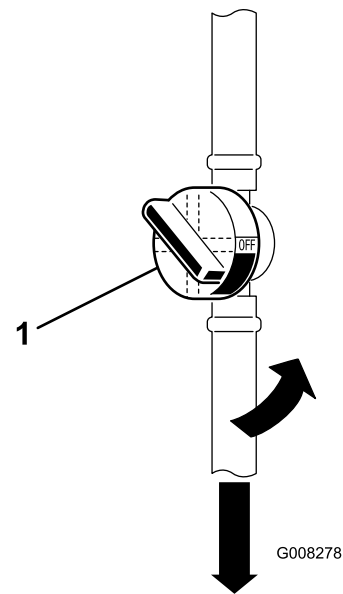

Figura 30
5. Cierre la válvula de cierre de combustible (Figura 30).
7. Apriete los extremos de las abrazaderas y deslícelas por el tubo alejándolas del filtro de combustible usado (Figura 30).